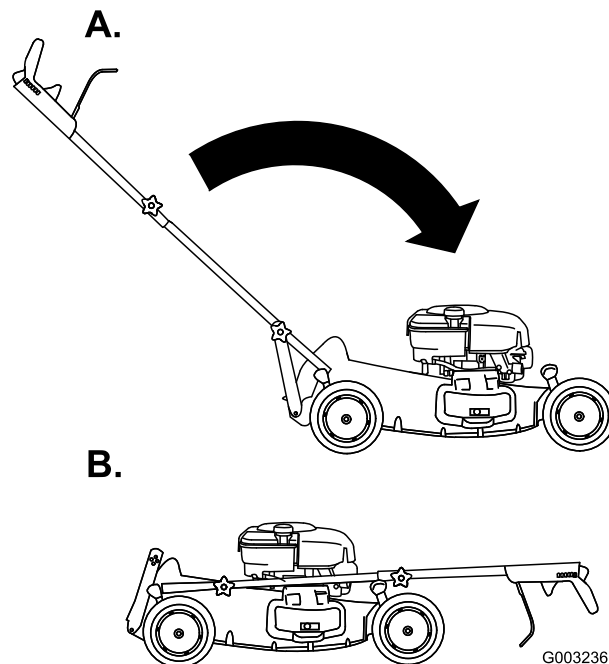

Figura 55
3. Fate ruotare la stegola in avanti (Figura 55).